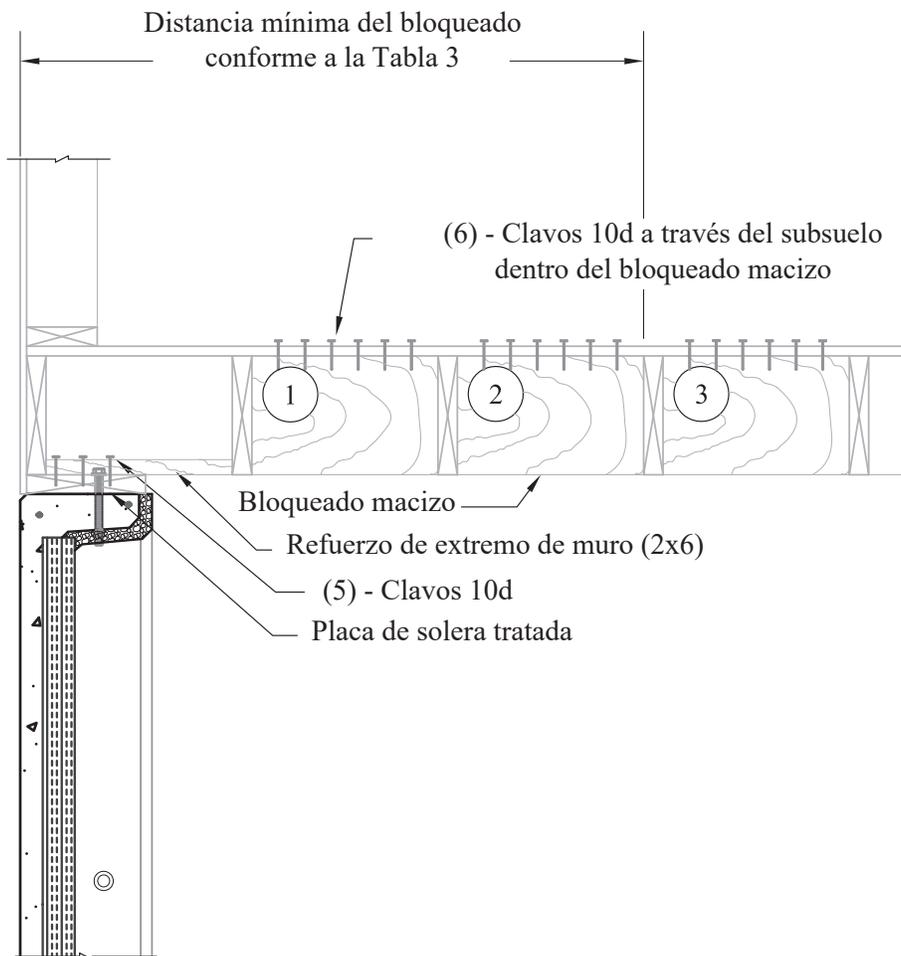
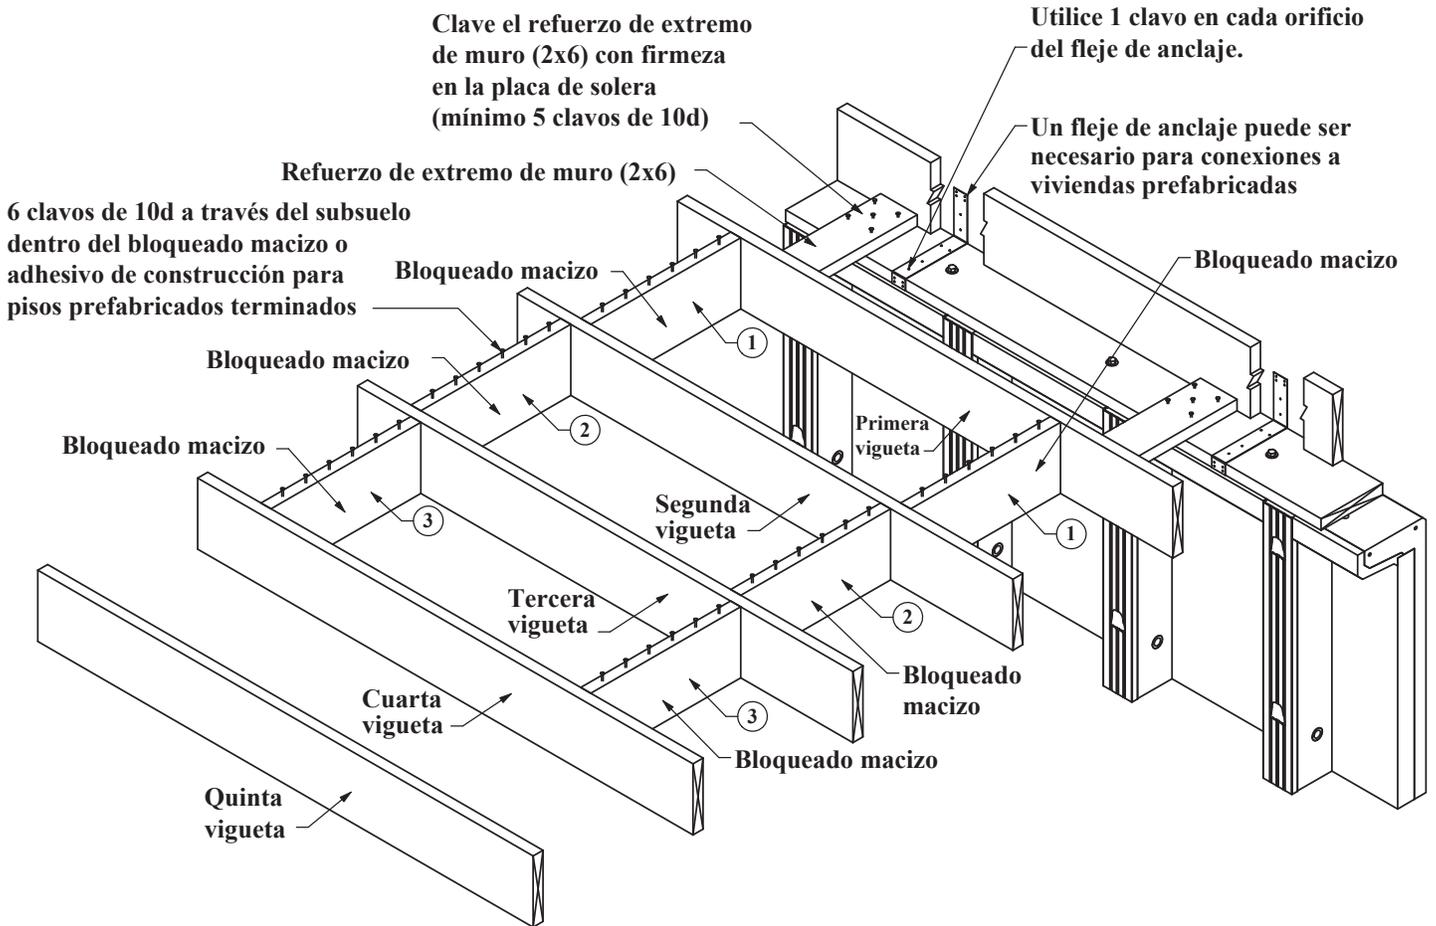
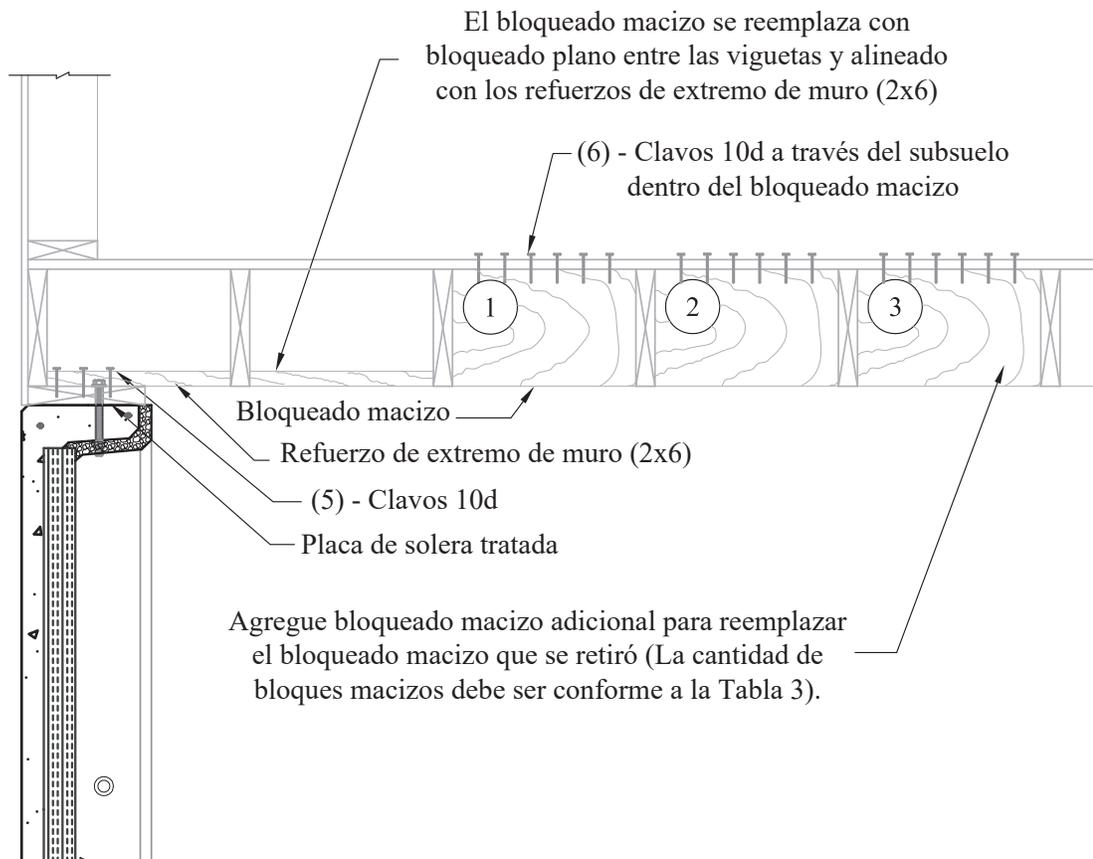

Figura 19
Figura 20
Figura 21
- Clave un refuerzo de extremo de muro de 2 x 6 con firmeza a la placa de solera con cinco clavos de 10d cada 48" entre centros. (Los refuerzos se deben colocar a menos de 12" desde el interior de cada esquina). Consulte la Figura 19 en la página 27 y la Figura 20 en la página 28.
Para acomodar los conductos del sistema de ventilación, calefacción y aire acondicionado que se encuentra donde figura el bloqueo como se muestra en la Figura 19 en la página 27 y en la Figura 20 en la página 28, se necesita un bloqueo adicional como se muestra en la Figura 21 (a continuación).
- Los bloqueados macizos son reemplazados por bloqueados planos de 2x6. (Ubique el bloqueo plano entre las viguetas y alineado con los refuerzos de extremo de muro de 2x6) (Consulte la Figura 21).
- Cuando no se usa el fleje de anclaje: Clave el refuerzo de extremo de muro de 2x6 a la placa de solera usando cinco clavos de 10d. Consulte la Figura 19 en la página 27 y la Figura 20 en la página 28.